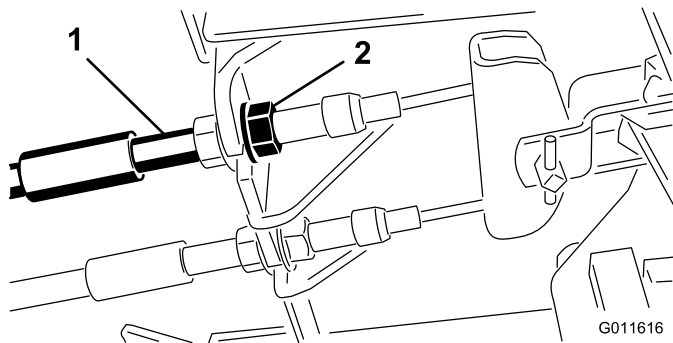

Figura 65
1. Para reduzir a folga dos pedais dos travões, aperte os travões desapertando a porca dianteira que se encontra na extremidade roscada do cabo dos travões (Figura 65).